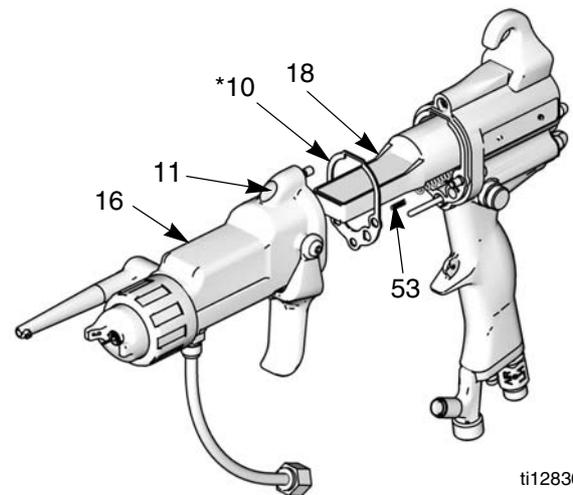

Fig. 17. Instale el cañón
1. Asegúrese de que la junta (10\*) y el muelle de conexión a tierra (53) estén bien colocados. Asegúrese de que los orificios de aire estén correctamente alineados. Sustituya si estuviera dañado. Véase la FIG. 17.
2. Coloque el cañón (16) sobre la fuente de alimentación (18) y sobre la empuñadura de la pistola (17).
3. Apriete los tres tornillos (11) de manera alternada y uniforme (aproximadamente media vuelta más que el ajuste firme).